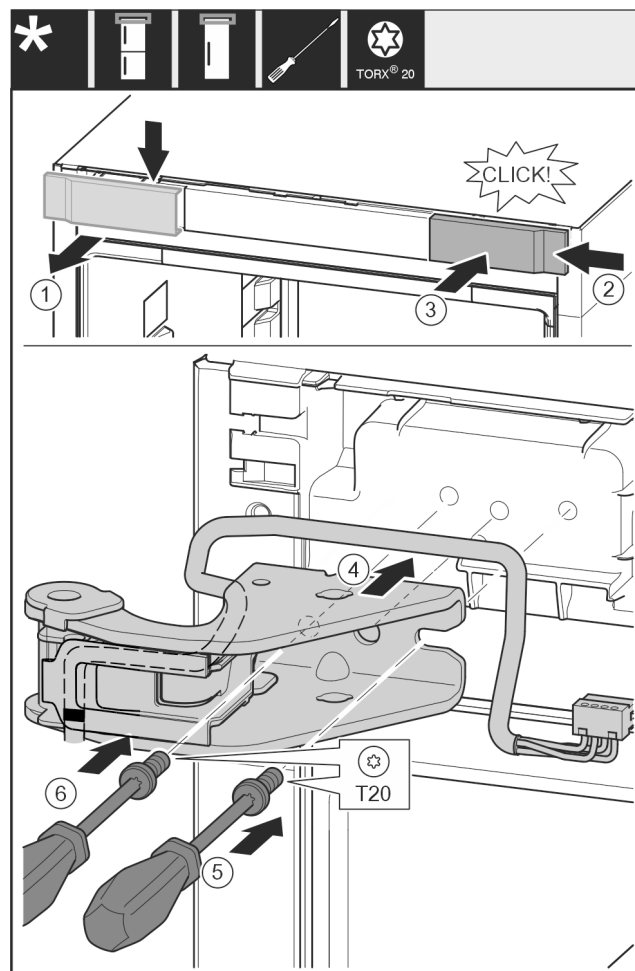

Fig. 32
- Retirar la cubierta desde arriba hacia delante. Fig. 32 (1)
- Enganchar por la derecha la cubierta girada 180° en el otro lado. Fig. 32 (2)
- Encajar la cubierta. Fig. 32 (3)
- Colocar el soporte de apoyo superior. Fig. 32 (4)
- Colocar y apretar el tornillo con el destornillador T20. Fig. 32 (5)
- Introducir y apretar el tornillo con el destornillador T20. Fig. 32 (6)